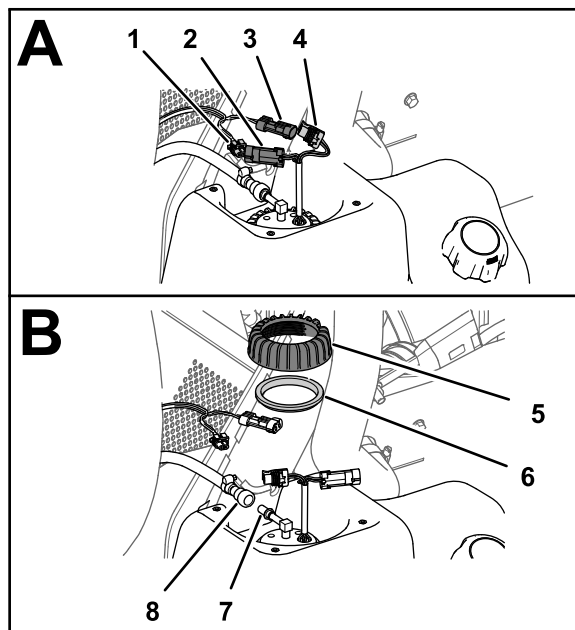

Figura 120
1. Desconecte el conector hembra de 2 vías del arnés de cables de la máquina del conector de 2 pines de la bomba de combustible/sensor; desconecte el conector de 2 pines del arnés de cables de la máquina del conector hembra de 2 vías de la bomba de combustible/sensor (Figura 120).
2. Aleje el anillo de bloqueo del acoplamiento de la manguera de combustible del conector de la bomba de combustible/sensor y retire el acoplamiento y la manguera del conector (Figura 120).
3. Gire la tuerca de la bomba de combustible/sensor en sentido antihorario y retire la contratuerca y la junta (Figura 120).